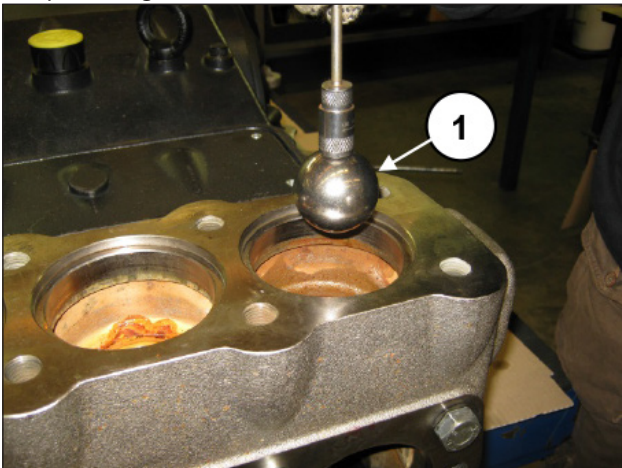

Fig. 92
D) Extraer las bolas utilizando un imán u otra herramienta (pos. ①, Fig. 92).